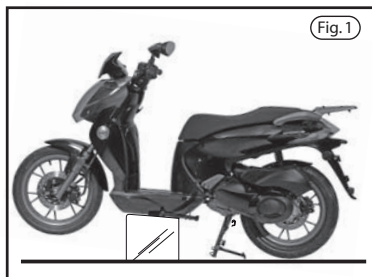

Fig. 1
- Rimuovere l'astina di controllo livello olio motore 1 (fig.1).
- Effettuare l'immissione dell'olio motore tramite il relativo foro 6 (fig.1) senza superare il livello olio motore "MAX" (fig.1).
- Pull out the oil dipstick 1 (fig.1).
- Pour in the engine oil through the hole 6 (fig.1) without exceeding the engine oil "MAX" level mark (fig.1).
- Retirer la jauge de contrôle du niveau de l'huile moteur 1 (fig. 1).
- Verser de l'huile moteur par l'orifice 6 (fig. 1) sans dépasser le niveau d'huile moteur "MAX" (fig. 1).
- Den Ölmessstab 1 (Abb. 1) herausziehen.
- Durch den Einfüllstutzen 6 (Abb. 1) Motoröl einfüllen, ohne dabei den Höchststand "MAX" zu überschreiten (Abb. 1).
- Sacar la varilla de control del nivel del aceite motor 1 (fig. 1).
- Introducir aceite motor por el orificio 6 (fig. 1) sin superar el nivel aceite motor "MAX" (fig. 1).
- Inserisci sotto il puntone un supporto che consenta di tenere lo scooter stabile e con la ruota anteriore leggermente sollevata dal terreno, facendo la massima attenzione a non rovinare la verniciatura del puntone (fig. 1).
- Position a support under the sprag to ensure the scooter's stability, with the front wheel slightly lifted from the ground, taking care not to damage the sprag painted part (fig. 1).
- Introduire audessous du sabot un support permettant de maintenir stable le scooter avec la roue avant légèrement soulevée du sol, en portant la plus grande attention à ne pas endommager la peinture du sabot (fig. 1).
- Schieben Sie unter die Schubstrebe eine Unterlage, um das Fahrzeug standfest zu machen und das Vorderrad leicht anzuheben; dabei darauf achten, die Lackierung der Strebe nicht zu verkratzen (fig. 1).
- Introduce debajo del puntal un soporte que permita mantener el scooter estable y con la rueda delantera ligeramente levantada del suelo, prestando atención para no dañar la pintura del puntal (fig. 1).
- Rimuovi la pinza freno svitando le 2 viti 1 (fig. 1) che la tengono fissata alla forcella e sfilala dalla pinza dal disco.
- Remove the brake caliper by unscrewing the 2 screws 1 (fig.1) fixing it to the fork. Extract the caliper from the disc.
- Pour ôter l'étrier de frein desserrer les deux vis 1 (fig. 1) le fixant à la fourche, et puis l'extraire du disque.
- Die beiden Schrauben 2 (Abb. 1), mit denen die Bremszange an der Gabel befestigt ist, abschrauben und die Bremszange von der Bremsscheibe abnehmen.
- Saca la pinza del freno desenroscando los 2 tornillos 1 (fig. 1) que la mantienen fija a la horquilla y extrae la pinza del disco.
- Avvita il perno ruota 3 (fig. 1) rispettando la coppia di serraggio (70 Nm).
- Avvita la vite di bloccaggio-perno 2 (fig. 1) posta sul fodero destro con una coppia di serraggio pari e non superiore a 13 Nm.
- Put the odometer transmission (4) on the right side of the wheel by inserting the transmission tang in the seat on the hub wheel (see figure 1).
- Tighten the wheel pin 3 (fig.1) with the prescribed torque (70 Nm).
- Tighten the pin fixing screw 2 (fig.1) situated on the right sleeve with a torque not greater than 13 Nm.
- Positionner le renvoi compteur kilométrique (4) du côté droit de la roue en introduisant la languette du renvoi dans son siège sur le moyeu de la roue (voir fig. 1).
- Visser l'axe de la roue 3 (fig. 1) au couple de serrage indiqué (70 Nm).
- Serrer la vis de blocage-d'axe 2 (fig. 1) située sur le fourreau droit au couple de serrage égal et non supérieur à 13 Nm.